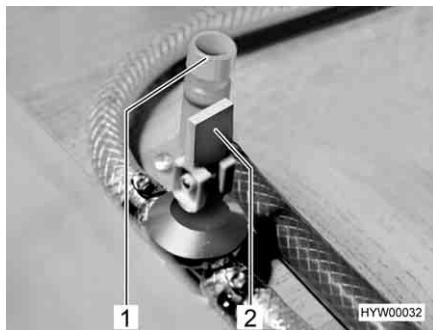

Fig. 118 Rubinetti di scarico per boiler
- Chiudere tutti i rubinetti di scarico per il boiler. Posizionare la leva a bilanciere (Fig. 118,2) orizzontalmente o ruotare il tappo (Fig. 118,1) in senso orario.
- Aprire tutti i rubinetti di scarico per il boiler. Posizionare la leva a bilanciere (Fig. 118,2) verticalmente o ruotare il tappo (Fig. 118,1) in senso antiorario.